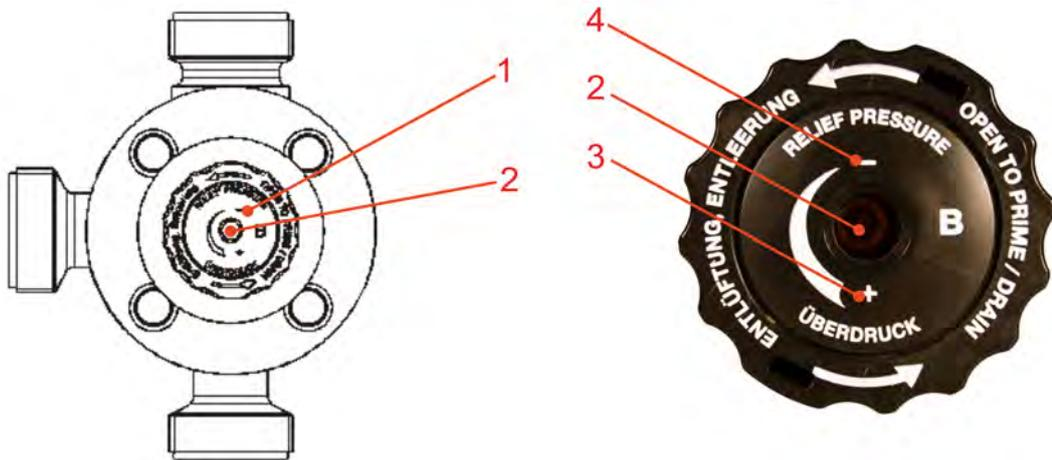
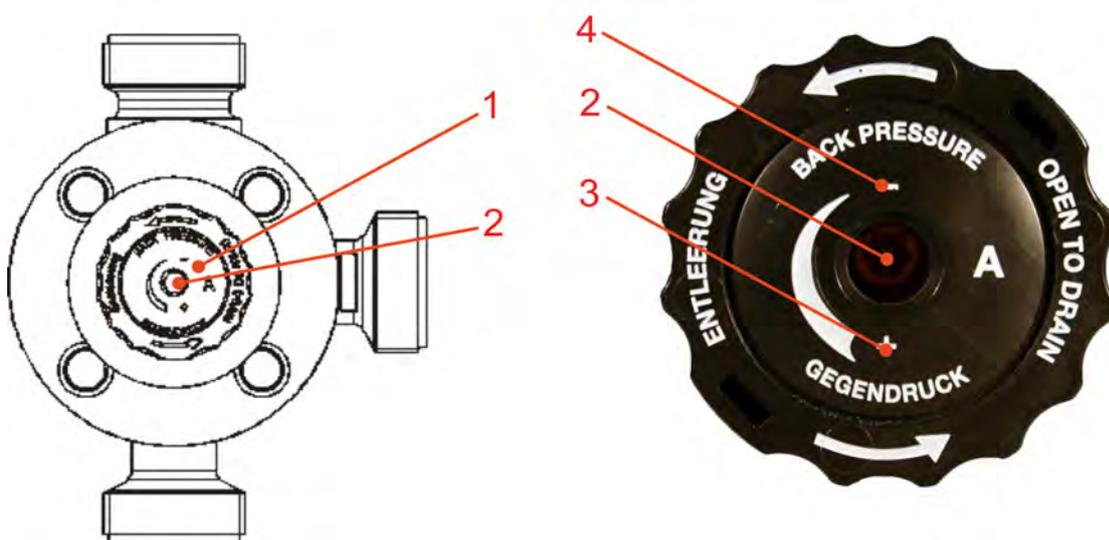

Abb. 7: Einstellung Überströmfunktion
Abb. 8: Einstellung Überströmfunktion
| <ul style="list-style-type: none"> <li>1 Ventileingang (von Dosierpumpe)</li> <li>2 Ventilausgang (zur Dosierleitung)</li> <li>3 Bypassanschluss (zum Behälter)</li> <li>4 Überdruck: Entlüftung / Entleerung (Einstellknopf "B"), Abb. 7</li> </ul> | <ul style="list-style-type: none"> <li>5 Druckhalteseite: Entleerung (Einstellknopf "A"), Abb. 8</li> <li>6 Manometeranschluss, G ¼" (im Auslieferungszustand durch Stopfen verschlossen)</li> </ul> |
➔ Mit einem Innensechskantschlüssel ((Abb. 7, Pos. 2 INBUS, Größe: S5) am Drehknopf B entgegengesetzt zum Uhrzeigersinn den eingestellten Grundwert stufenlos erhöhen oder mit dem Uhrzeigersinn mindern.
- ➔ Mit einem Innensechskantschlüssel ((Abb. 8, Pos. 2 INBUS, Größe: S5) am Drehknopf A (Abb. 8, Pos. 2) entgegengesetzt zum Uhrzeigersinn den eingestellten Grundwert stufenlos erhöhen oder mit dem Uhrzeigersinn mindern.